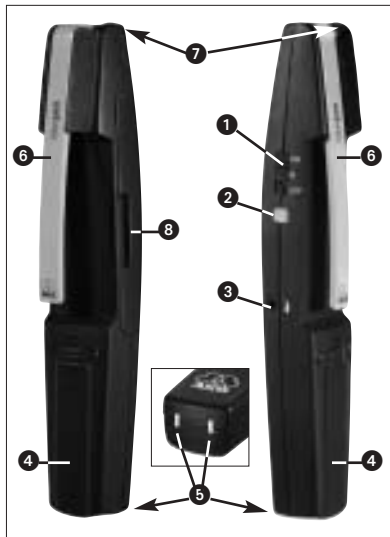

Fig. 1: Elementos de mando del MP 40
2.5 Elementos de mando (véase Fig. 1)